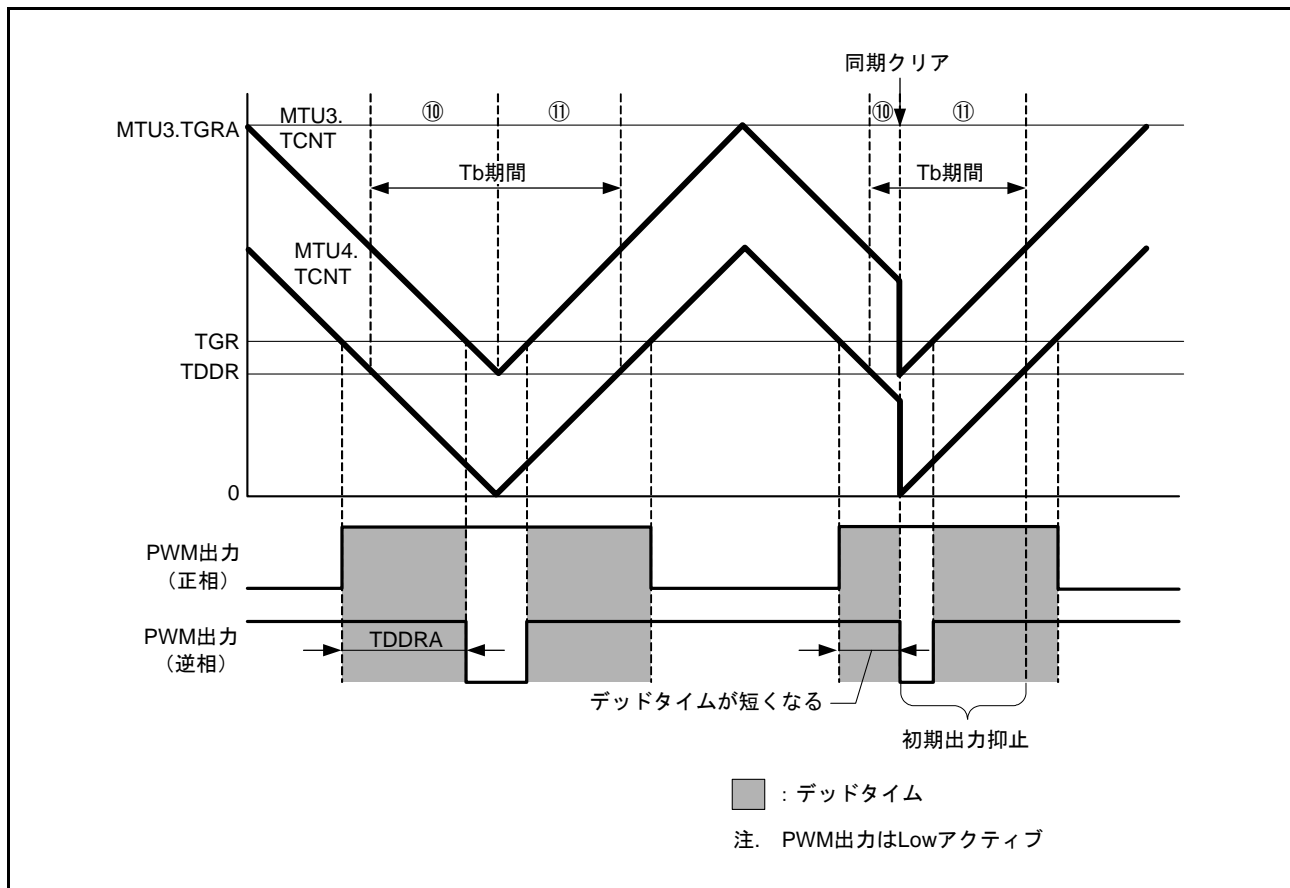

図 20.138 同期クリア例 (条件 1 の場合)
条件 1 初期出力の抑止期間⑩にて、PWM 出力がデッドタイム期間中に、同期クリアした場合 (図 20.138 参照)